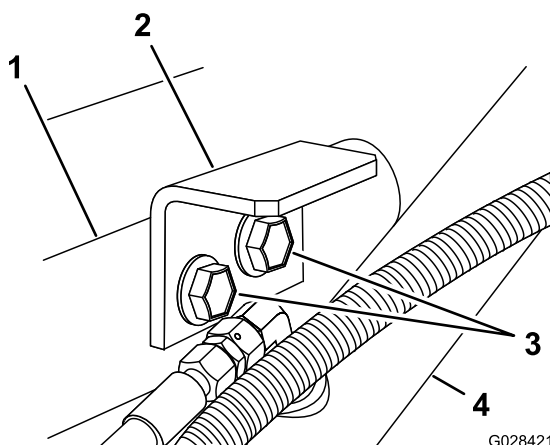

Figura 9
3. Instale los soportes de sujeción en el soporte y en el bastidor usando los dos pernos con arandela prensada y las contratuercas con arandela prensada retirados en el paso 1 (Figura 9).